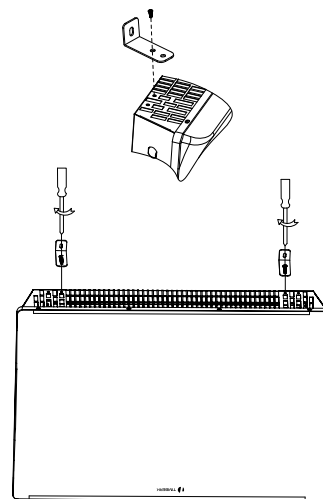

Рис. 5
5. Переверните прибор, прикрутите с помощью отвертки и винтов крепежи к нижней части прибора с левой и правой сторон (рис. 5).